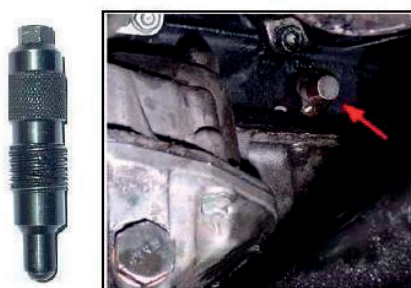

FIG. 4
- 2) Verwijder het BDP-plaatje van het motorblok en bevestig de krukasblokkeerpen (zie GAT4401); deze pen wordt gebruikt om de krukas op het BDP te houden. De blokkeerpen moet via een schroefgat in de carter worden vastgeschroefd (fig. 4).